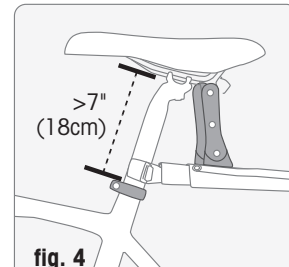

fig. 4
- 5) The seat rails bracket should be centered between the two rails and the bracket backplate seated at the junction between the horizontal and slanted section of the rails. The backplate should extend sufficiently and equally behind both rails to give a firm support to the quick release mechanism. (Fig. 4)
- 6) Adjust the quick release mechanism by turning the lever one half turn at a time. The quick release should be tightened with a reasonable pressure on the lever. The plastic wings of the bracket will bend slightly when the quick release lever is shut so that the bracket will stay firmly in place. (Fig. 4)
- 5) Assurez-vous que l'attache de rails de selle est bien centrée entre les rails et que la plaque arrière de l'attache est bien appuyée à la jonction de la partie horizontale et de la partie inclinée des rails. La plaque arrière devrait projeter suffisamment et également derrière chaque rail pour donner une assise solide à l'attache. (Fig. 4)
- 6) Ajuster le mécanisme de l'attache rapide en tournant le levier d'un demi-tour à la fois. L'attache rapide devrait être serrée et refermée avec une pression raisonnable sur le levier. Les ailes de plastique de l'attache devraient plier légèrement lorsque le levier est refermé de telle sorte que l'attache restera solidement en place. (Fig. 4)